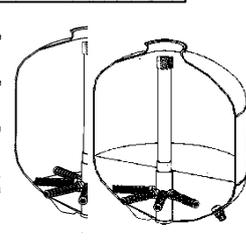

FIG. 6
2. Appoggiare il diffusore completo di tubo sul fondo della boccia. Riempite di acqua la boccia fino alla prima linea posta sulla boccia Fig.6. Questo procedimento serve a conferire stabilità al diffusore.